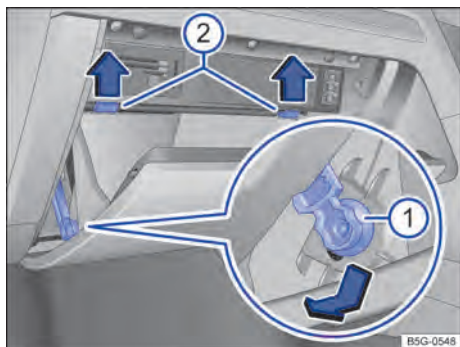

Fig. 221 Cobertura da caixa de fusíveis no painel de instrumentos: veículos com direção à direita, no lado do passageiro dianteiro.
- Empurrar o elemento de travamento no sentido indicado pela seta para dentro da abertura do suporte e retirar lateralmente → Fig. 221 .
- Pressionar os pinos batente para cima no sentido da seta e ao mesmo tempo abrir mais o porta-objetos → Fig. 221 .
- Para *instalar*: colocar o porta-objetos na posição. Inserir o elemento de travamento na abertura do suporte e empurrar no sentido oposto ao da seta → Fig. 221  até encaixar de modo audível. Pressionar o porta-objetos cuidadosamente para frente por cima da resistência do pino de batente → Fig. 221 .